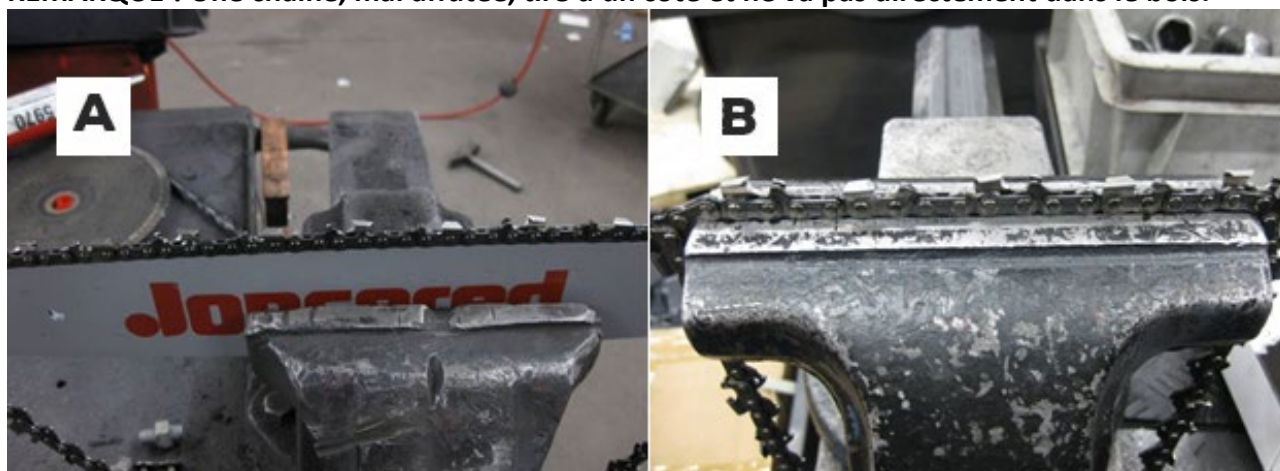

Figure 36
- ❑ Placez la chaîne de sciage sur le guide-chaîne et fixez le guide-chaîne à un étau, par exemple, Fig. 36 A
- ❑ Attachez la chaîne de sciage directement à l'étau ; la chaîne restera fermement en position, Fig. 36 B.